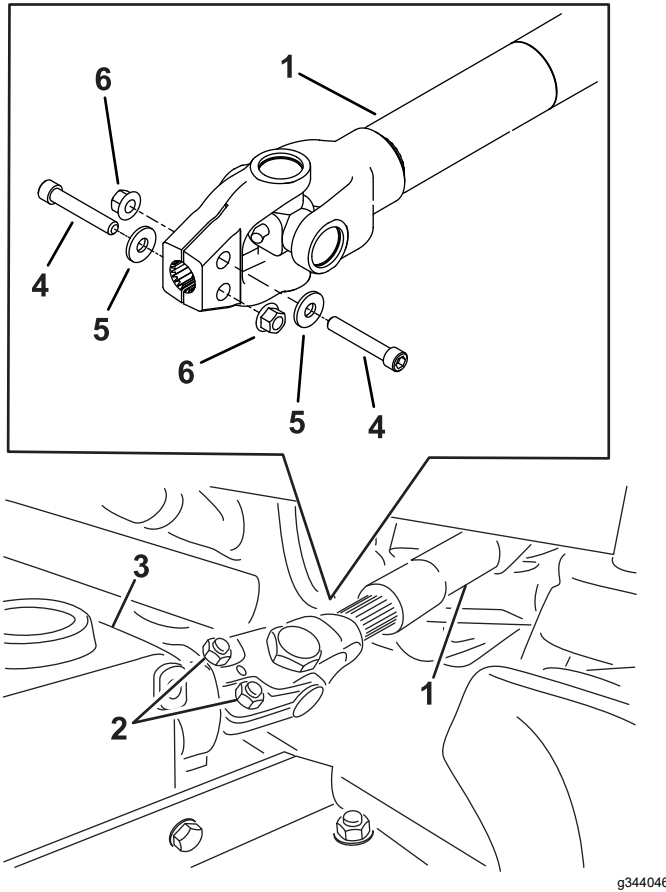

Bild 4
2. Entfernen Sie die Schrauben und Muttern von der Zapfwelle (Bild 4) und schieben Sie das Joch vom vorderen Anbaugerät ab. Entsorgen Sie die Befestigungselemente.
7. Schieben Sie das Joch der Zapfwelle auf die vordere Welle des Anbaugeräts und sichern Sie die Wellen mit zwei Sechskantschrauben ($\frac{3}{8}$ " x $3\frac{1}{4}$ "), Unterlegscheiben und Bundmuttern ($\frac{3}{8}$ ") in entgegengesetzter Richtung und ziehen Sie diese abwechselnd fest (Bild 4).